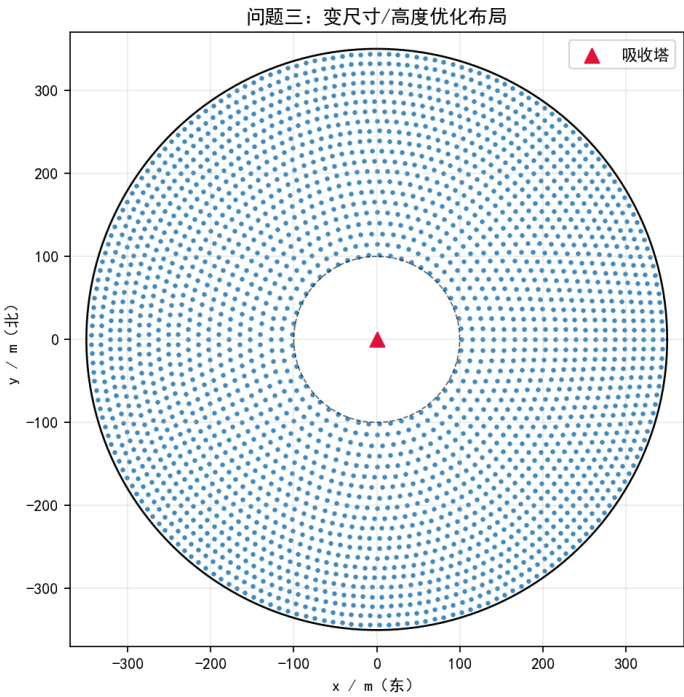
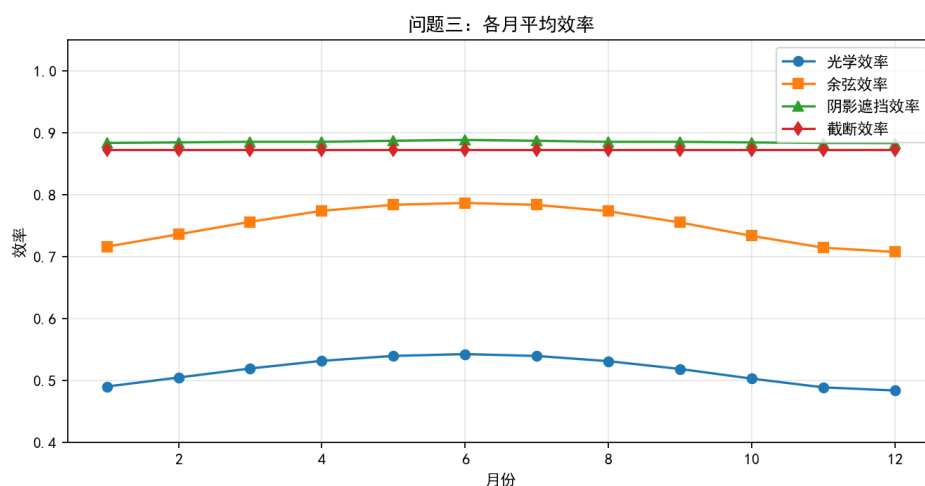
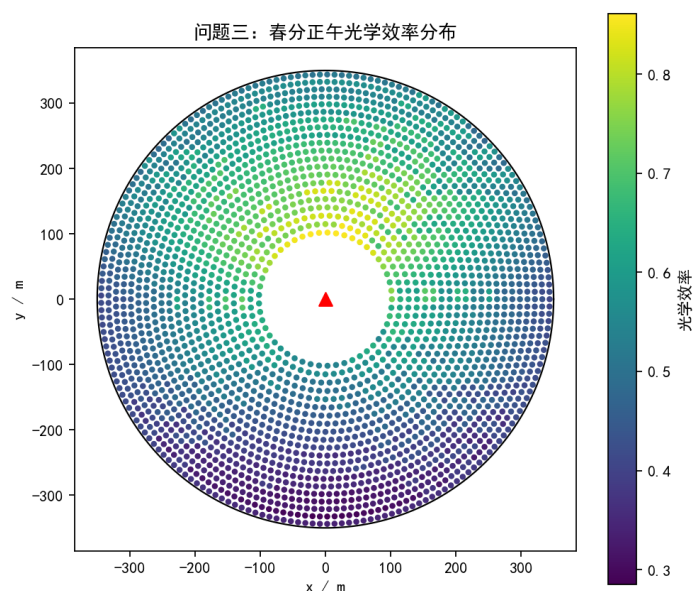
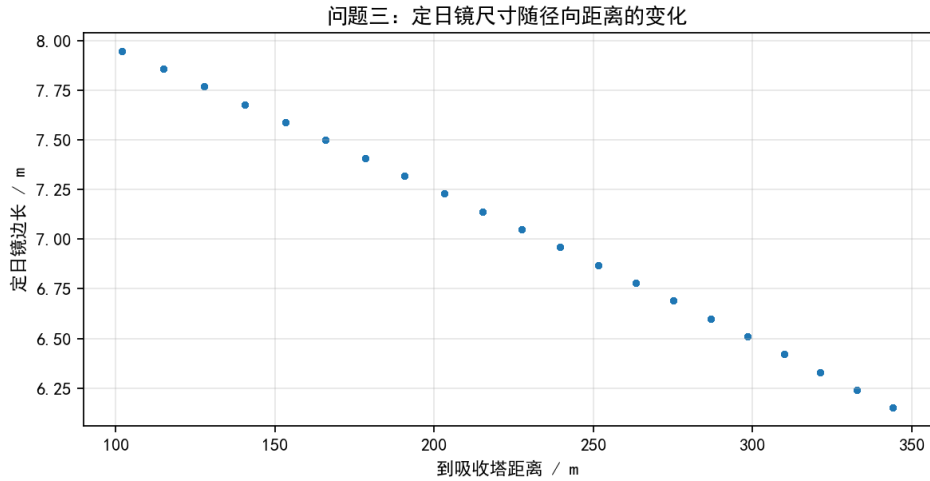

图 10 问题三：变尺寸/高度优化布局
图 11 问题三：各月平均效率
图 12 问题三：春分正午光学效率分布
图 13 问题三：定日镜尺寸随径向距离的变化
布局见图 10，月效率见图 11，效率分布见图 12，尺寸随径向距离变化见图 13。年平均见表 8，设计参数见表 7，月平均见表 9。
3. 径向尺寸策略：图 13 显示外环边长总体小于内环调制后的峰值区，从而抑制远端溢出；安装高度随尺寸小幅调整，始终满足触地约束。